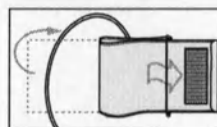

Рис. 4
1. Продерните край манжеты примерно на 5 см в металлическое кольцо (рис. 4).